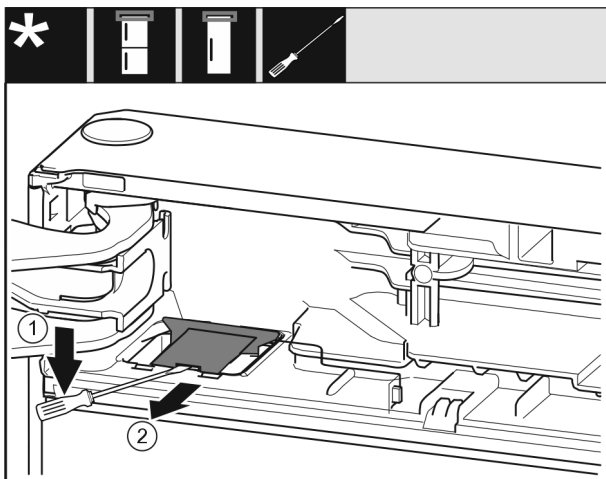

Fig. 11
- Wyczepić osłonę Fig. 11 (1) śrubokrętem.
- Wyjąć osłonę Fig. 11 (2).